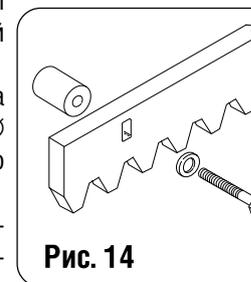

Рис. 14
4.4.2 ПРИВИНЧИВАЕМАЯ ЗУБЧАТАЯ РЕЙКА (рис. 14)